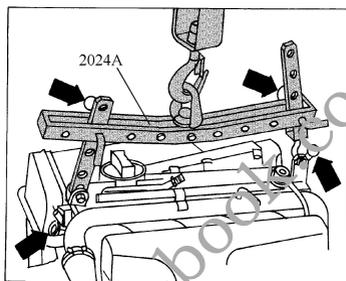

图 2-28 将 2024A 挂到发动机上
78) 将 2024A 挂到发动机上, 然后再挂到车间起重機 1202A 上 (图 2-28)。
注意: 起吊装置上的连接件及定位销, 必须用锁止销固定 (如图 2-28 箭头所示)。